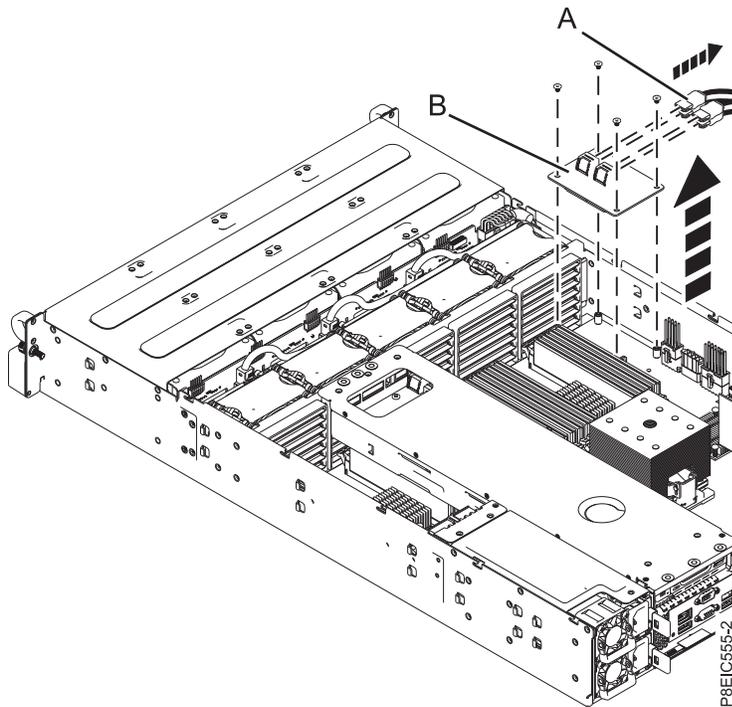

Abbildung 40. Mezzanine-Speicherkarte ausbauen
4. Lösen und entfernen Sie die vier Schrauben, mit denen die Mezzanine-Speicherkarte (B) an der Systemrückwandplatine angebracht ist. Bauen Sie die Mezzanine-Speicherkarte anschließend aus (siehe Abb. 40 auf Seite 35).